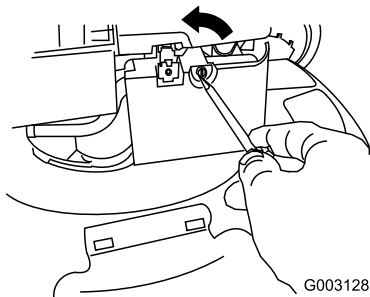

Figura 45
2. Utilice un destornillador para abrir la tapa del filtro de aire (Figura 45).